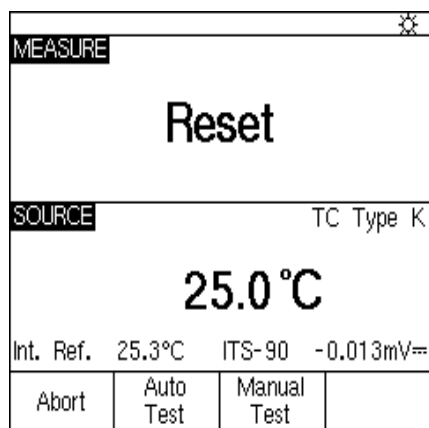

Figura 5. Pantalla dividida MEASURE/SOURCE, contactos restablecidos.
7. Ahora debería ver la pantalla dividida (figura 5). Seleccione la tecla táctil "Auto Test" (prueba automática) y la tecla táctil "Continue" (continuar). El DPC ahora modificará el potencial simulado del termopar hasta el límite del conmutador sobrepasando y retrocediendo del punto de ajuste nominal, y registra los valores de temperatura de origen para el punto de ajuste real, y luego muestra dicho valor en la esquina superior derecha de la pantalla del DPC. Una vez hecho esto, el DPC probará el punto de restablecimiento del conmutador al modificar el potencial simulado del termopar en el conmutador sobrepasando y retrocediendo del valor nominal de restablecimiento que se espera (21 °C a 23 °C). Una vez que se registra el valor, se presenta un resumen de la prueba similar al que aparece en la figura 6. Los errores que exceden la tolerancia de la prueba se registran en video inverso.